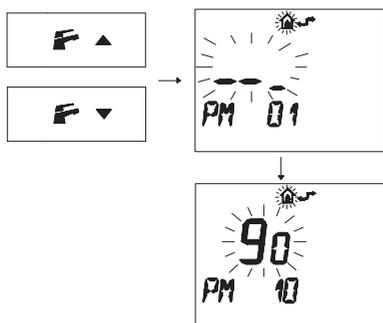

Figura 5.65
- Premere i pulsanti **F** ▼ o **F** ▲ per visualizzare la programmazione “PM10” selezione della frequenza di accensione (Figura 5.65).
Nella Figura 5.65 si visualizza un SET programmato di **90** corrispondente ad un tempo di riaccensione di 3 minuti circa. Il campo di regolazioni è da 0 a 8 minuti e mezzo. Ogni passo incrementato o decrementato corrisponde a 2 secondi.